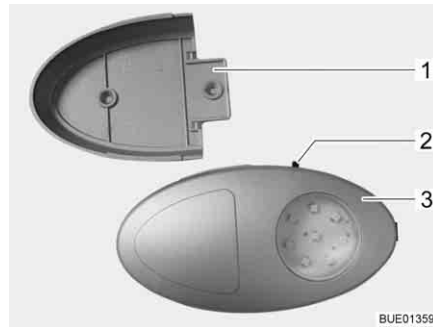

Fig. 44 Eclairage de la penderie
- ▷ Il est possible d'extraire l'éclairage de la penderie de son support vissé (Fig. 44,1) et de l'utiliser comme lampe de poche.
Le bouton Marche/Arrêt (Fig. 44,2) se trouve directement sur l'éclairage de la penderie (Fig. 44,3).